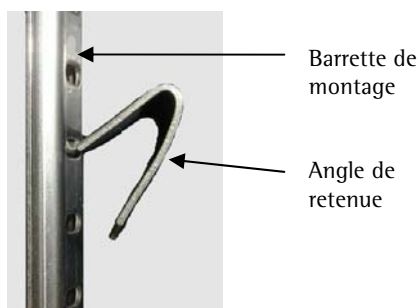

Fig. 7: Montage des angles de retenue
1. Dans un premier temps, fixer l'angle de retenue à l'aide du crochet supérieur – à la hauteur désirée – dans l'évidement de la barrette de montage (v. fig. 7)